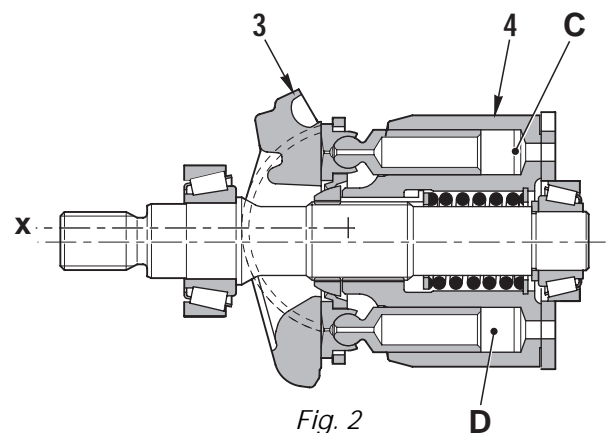

Fig. 2
3 - Quand l'axe  $X$  du plateau oscillant (3) et l'axe du bloc-cylindres (4) sont parallèles (angle d'inclinaison du plateau oscillant « $\alpha$ » = 0), la différence entre les volumes  $C$  et  $D$  dans le bloc-cylindres (6) devient 0 et les phases d'aspiration et de refoulement ne se font pas (Fig. 2).